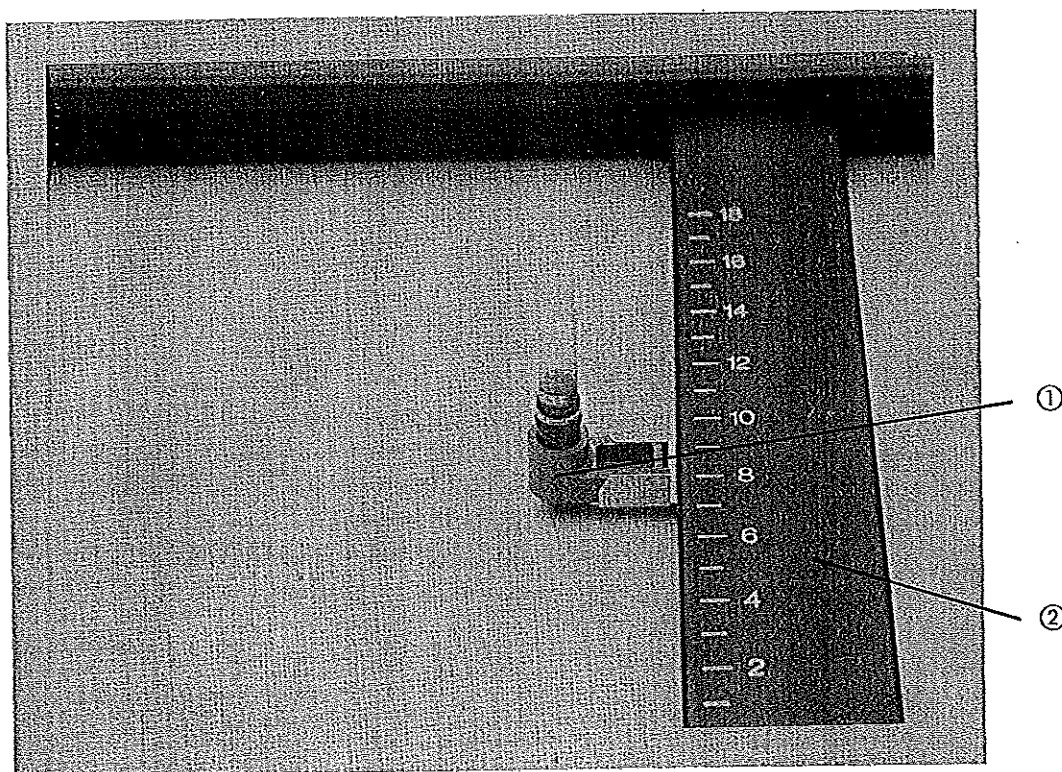

Fig. 3
Le dispositif enregistreur se compose du chariot d'écriture ① et du support ② (voir figure 3) pouvant recevoir un des nombreux systèmes d'écriture. Un stylet à encre ou un stylet feutre jetable peut être utilisé pour l'enregistrement.